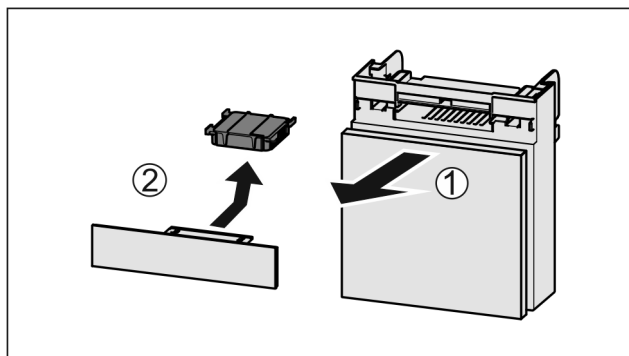

Fig. 149
- ▶ Extraire le compartiment par l'avant Fig. 149 (1).
- ▶ Sortir le filtre à charbon actif Fig. 149 (2).